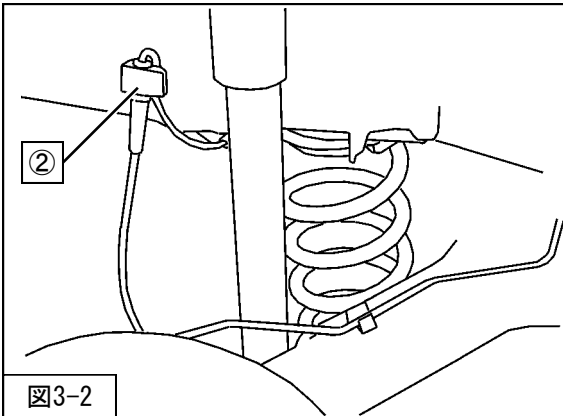

図3-2
3. ②ホイールセンサコードを取外してください。（図3-2）